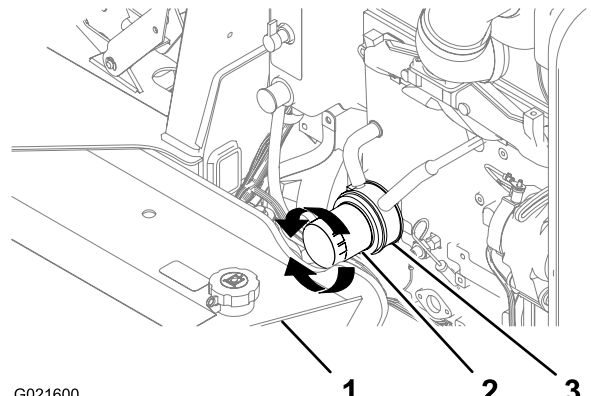

Figure 45
2. Placez un petit bac de vidange sous le filtre à huile et son adaptateur (Figure 45).
3. Tournez le filtre à huile dans le sens antihoraire et déposez-le (Figure 45).
7. Aligned le filtre à huile neuf sur l'adaptateur et tournez-le dans le sens horaire jusqu'à ce que le joint du filtre rejoigne l'adaptateur (Figure 45).
8. Serrez le filtre à huile à la main de 1/2 tour supplémentaire (Figure 45).